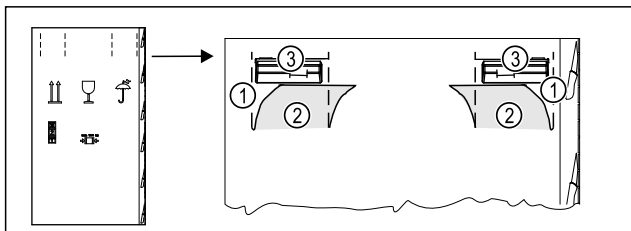

Fig. 5
- ▶ Вдавите упаковочный картон сверху по перфорации Fig. 5 (1).
- ▶ Извлеките вдавленные клапаны Fig. 5 (2).
- ▶ Можно увидеть ручку для переноски Fig. 5 (3) справа и слева.
- ▶ Удерживайте устройство за ручки для переноски Fig. 5 (3).